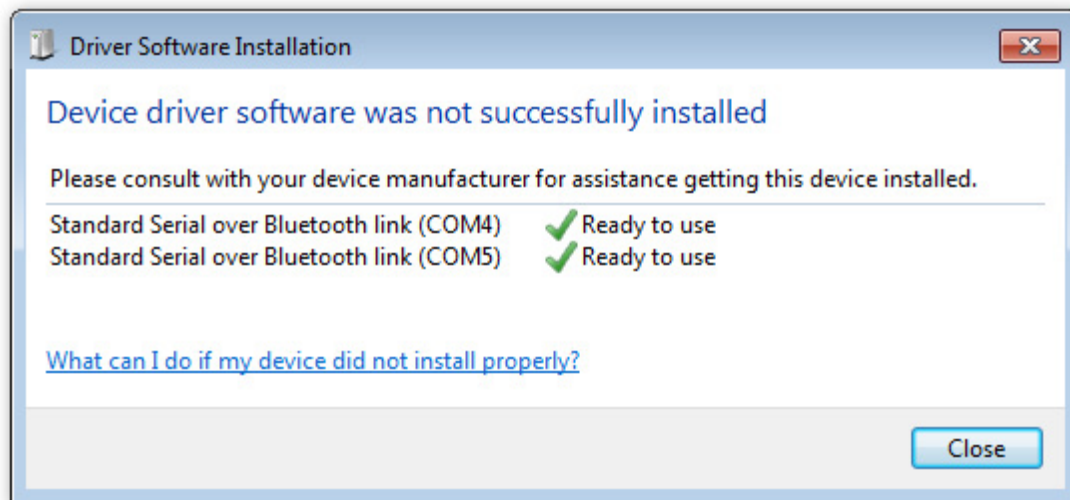

Figura 4
**NOTA:** Asegúrese de que se ha completado la instalación del controlador de Bluetooth para Windows, véase la figura 4.